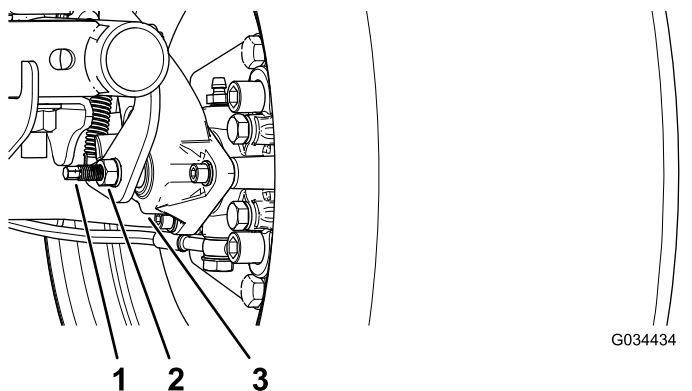

Figura 64
3. Con 2 llaves, sostenga en su sitio el poste de ajuste en la pinza con 1 llave y afloje la contratuerca 1/4 de giro con la otra llave (Figura 64).
4. Mientras sostiene el poste de ajuste y la contratuerca en su sitio, gire el poste hacia dentro para apretarlo (Figura 64).
5. Mientras sostiene el poste de ajuste y la contratuerca en su sitio, retroceda atrás 1/4 de giro (Figura 64).
6. Mientras sostiene el poste de ajuste y la contratuerca en su sitio, apriete la contratuerca (Figura 64).